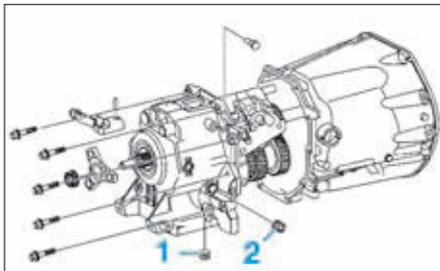

FIG. 1
- Déposer le bouchon (1) pour effectuer la vidange (Fig.1).
- Déposer le bouchon de remplissage (2) si ce n'est pas déjà fait (Fig.1).